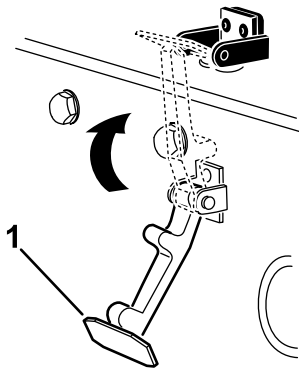

Рисунок 25
7. Введите защелку в зацепление с кронштейном защелки капота (Рисунок 25).